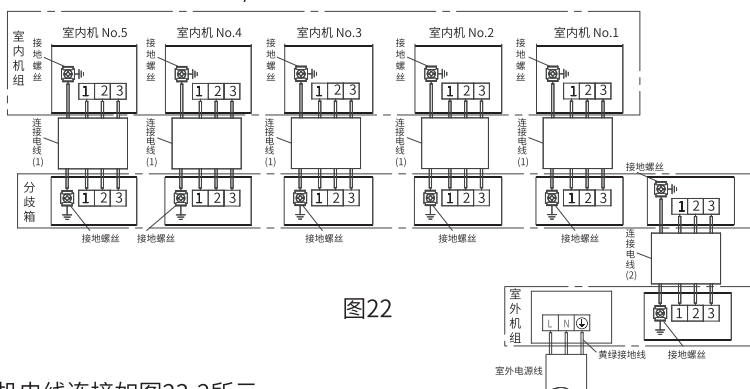

图22
- (1) 连接电线按接线图示要求正确地连接室内外机组和分歧箱，绝对不可连接错误（如图22）。
- (2) 连接电线必须用室内外机组和分歧箱上的附属压线板压紧。